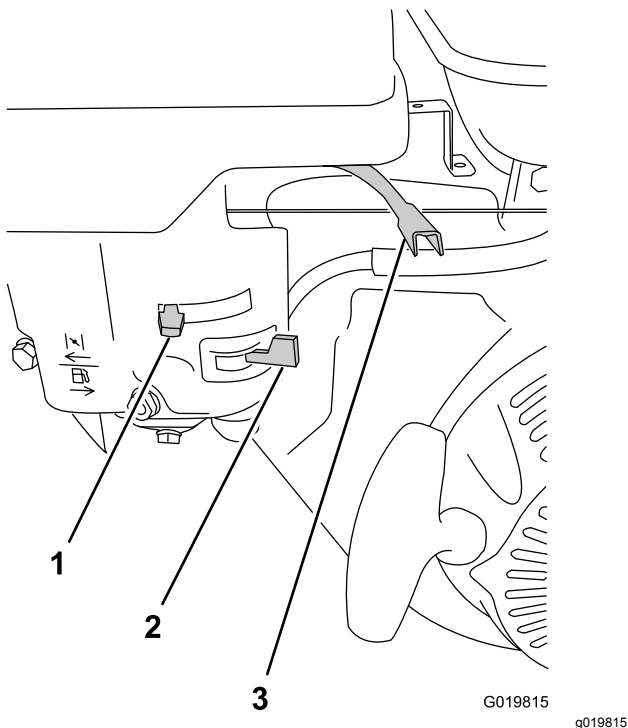

Figure 27
2. Tournez le robinet d'arrivée de carburant complètement à droite en position OUVRETE (Figure 27).
3. Réglez la commande de starter à la position EN SERVICE (Figure 27).